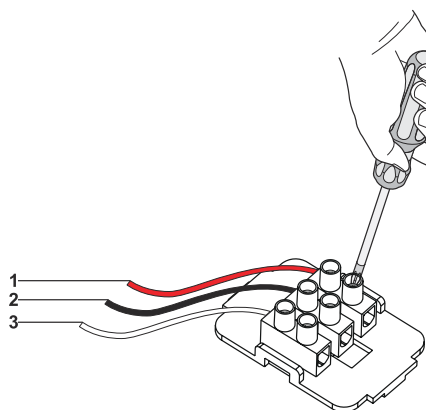

Fig. 12
1. ➔ **NC / COM:** När dessa 2 anslutningar används och fläkten stängs av kommer fläkten skicka en signal till den anslutna enheten (Fig. 12).
2. ➔ **NO / COM:** När dessa 2 anslutningar används och fläkten sätts på kommer fläkten skicka en signal till den anslutna enheten (Fig. 12).